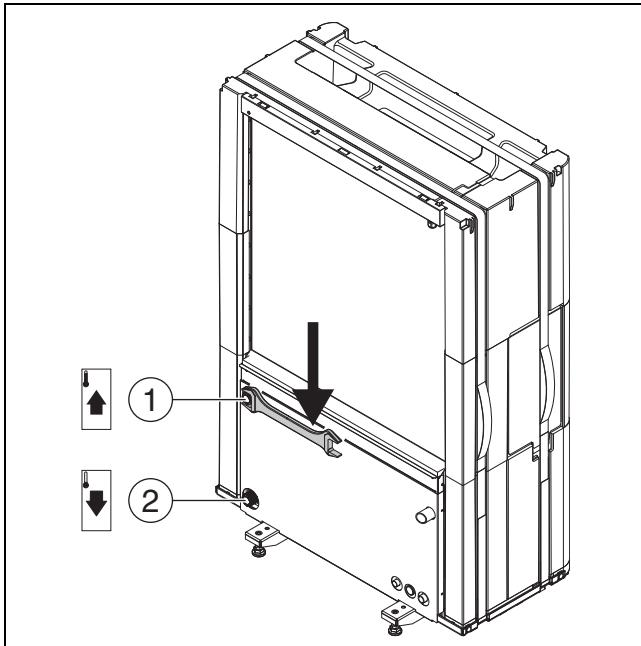

Fig. 15 Collegamento delle tubazioni del fluido termovettore, validi per tutte le dimensioni
- ▶ Collegare la mandata all'unità interna sull'uscita liquido termovettore della pompa di calore (→ [1], fig. 15).
- ▶ Collegare il ritorno dall'unità interna sull'uscita liquido termovettore della pompa di calore (→ [2], fig. 15).
- ▶ Stringere gli attacchi delle tubazioni del fluido termovettore con una coppia di serraggio di 120 Nm. Esercitare la forza verso il basso (→ fig. 15) per evitare un carico meccanico laterale del condensatore. Se l'attacco non è ermetico, stringere il raccordo con una coppia di serraggio di max. 150 Nm. Se l'attacco continua a non essere ermetico, è probabile che si sia verificato un danno alla guarnizione o al tubo collegato.